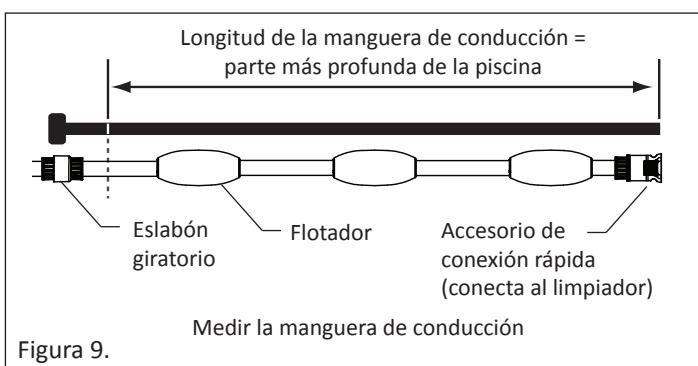

Figura 9.
- Si la profundidad de la piscina es menor a 10 pies, desconecte la manguera de plomo gris claro suave sección primera etiqueta con eslabón giratorio. Corte la manguera de conducción de manera tal que la longitud sea igual a la parte más profunda de la piscina. Véase Figura 9.